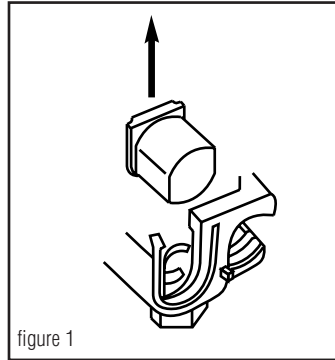

figure 1
1. Determine the direction for the tap conductor to exit and discard one end cap. **See figure 1.**
1. Determine la dirección en la que el conductor derivado saldrá y deseche la tapa terminal sobrante. **Vea la ilustración 1.**